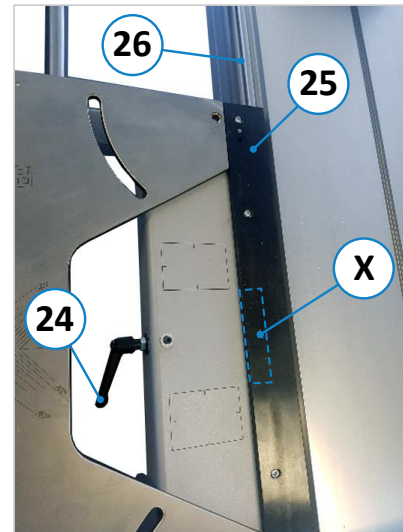
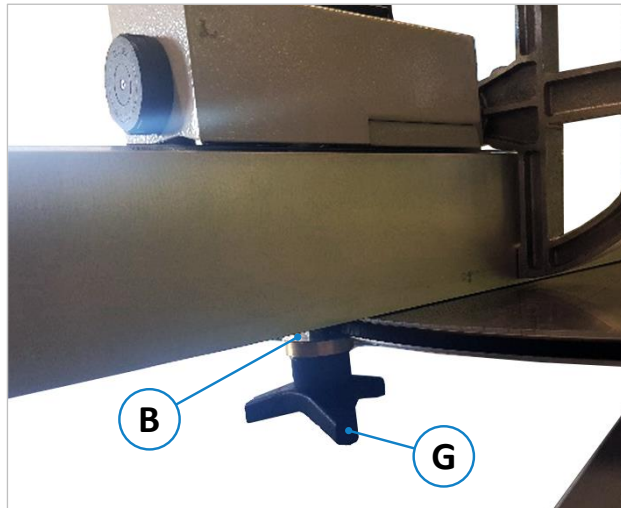

Abbildung 23: Querschlitten Klemmung
Abbildung 30: Lineal am Längenanschlag einstellen
- Der Führungsbolzen (**B**) muss an der Längen-Winkelanschlagplatte (**P**) anschlagen (siehe ⇒ Abbildung 23 und ⇒ Abbildung 30).